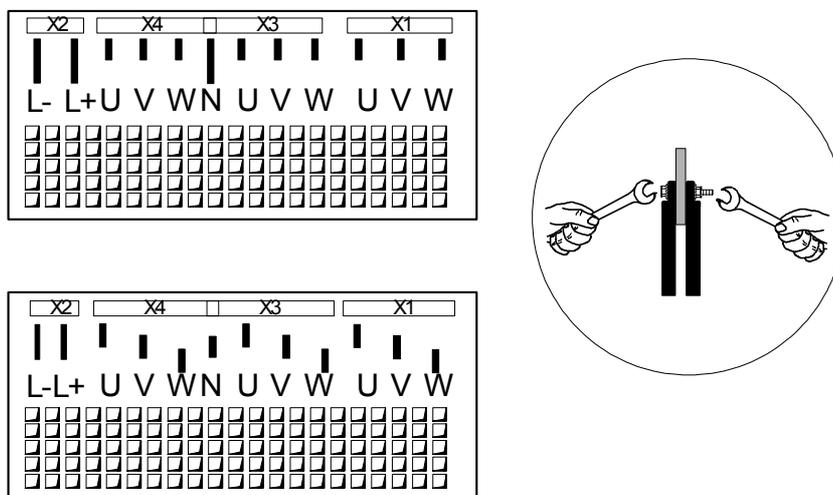

Рисунок 14 Соединения устройства Protect 4. 33
Во избежание деформации элементов конструкции и защиты основания соединительных контактов от крутящего усилия, рекомендуется при заворачивании зажимного винта удерживать кабель в необходимом положении (см. Рисунок 14).
- Прикрепите кабельные наконечники проводом к соответствующим медным шинам (см. Рисунок 14), используя гаечный ключ.
- **Прикрепите провода защитного заземления (PE) к предназначенным для этого несущим элементам конструкции.**